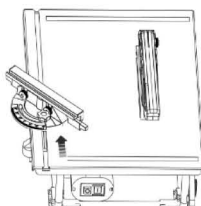
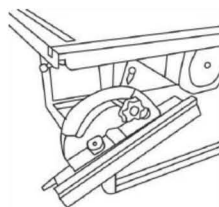

Fig.3
Fig.4
- > Coloque la regla deslizándola (3a) a través de la ranura de la mesa; ajuste al ángulo requerido y después apriete la tuerca (3b). (Fig. 3).
- > La guía más corta (14) debe ser utilizada junto con la regla (3).
- > Cuelgue el calibrador de inglete en el soporte (19) para almacenarlo, si es necesario (Fig. 4).